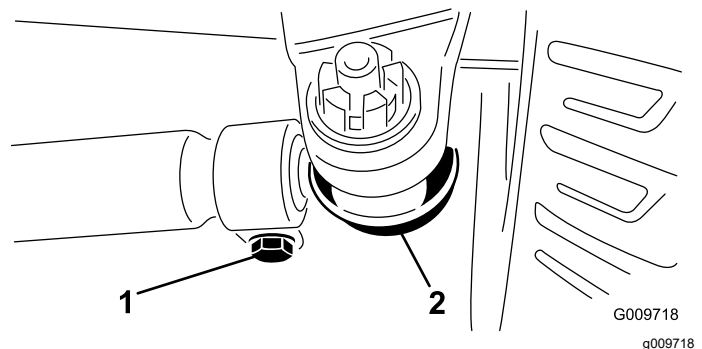

Figura 115
- Para ajustar, retire la chaveta y la tuerca de cualquiera de las articulaciones esféricas de la biela (Figura 115). Retire la rótula de la biela del soporte del cojinete del eje.
- Afloje las abrazaderas en ambos extremos de las bielas (Figura 115).